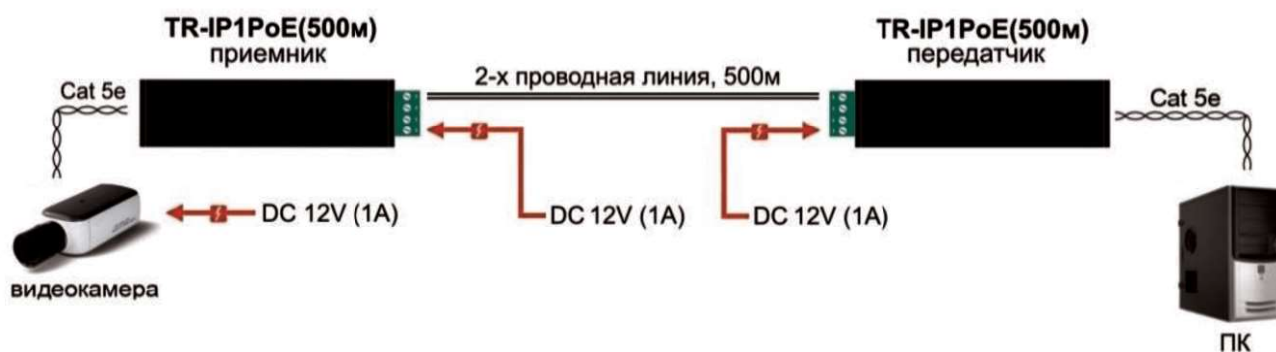

Рис.4 Схема подключения удлинителя TR-IP1PoE(500м) в режиме передачи данных, питание к устройствам подается отдельно
- От блоков питания DC12V(1A) (*приобретаются отдельно*). Передатчик и приемник питаются от разных блоков питания (Рис.4).